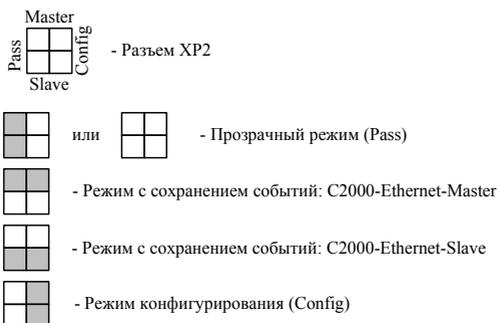

Рисунок 1 Соответствие положения джампера разъема ХР2 режиму работы «С2000-Ethernet»
Режим работы прибора «С2000-Ethernet» задается положением джампера на разъеме ХР2 (рис. 1). Закрашенные квадраты соответствуют установленному состоянию джампера.
1.4.3.1 Перевести «C2000-Ethernet» в режим конфигурирования (положение джампера – «Config») (рис. 1).